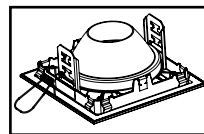
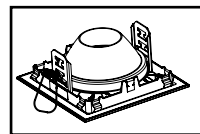
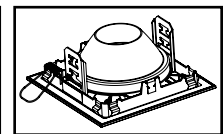
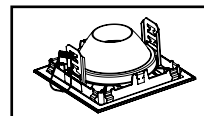

Figura 2.
Figura 3.
Figura 4.
Figura 5.
- Las luminarias se suministran con resortes de retención colocados para instalaciones en techo con grosores de 1/2 a 1 pulgada (Figura 2.). Se deberá cambiar la ubicación de estos resortes para los techos con grosores mayores a una pulgada. Para cambiar la ubicación del resorte, empuje el cuerpo del mismo a uno de los lados de la ménsula que comprime las bobinas. Gire el cuerpo del resorte de modo que se desenganche de las pestañas (Figura 3.). Retire el resorte de la ménsula (Figura 4.). Instale el resorte en posición vertical por medio del enganche de las patas cortas del resorte sobre el interior de la ménsula (Figura 5.) y deslice el cuerpo del resorte sobre la pestaña (Figura 6.). Comprima la parte enrollada del resorte y guíe el cuerpo del mismo sobre la segunda pestaña (Figura 7.).